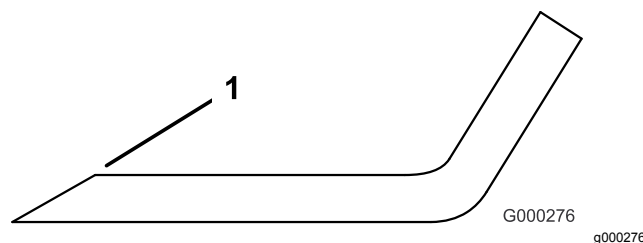

**Figura 107**
2. Verificate accuratamente i taglienti, con particolare attenzione ai punti d'incontro delle sezioni piatta e curva della lama (Figura 107).
**Nota:** Sabbia e materiali abrasivi possono consumare il metallo che connette le sezioni piatta e curva della lama, per cui si consiglia di controllare la lama prima di usare il tosaerba. Se riscontrate segni di usura (Figura 107), sostituite la lama.